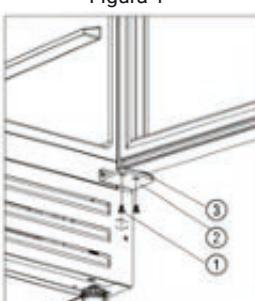

Figura 1
- Desaperte os dois parafusos ① da dobradiça inferior direita ② [Figura 1].